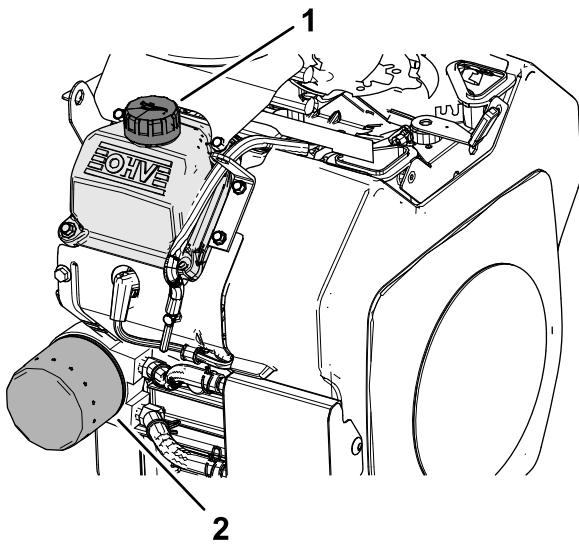

Рисунок 33
- Снимите старый фильтр и протрите поверхность прокладки переходника фильтра (Рисунок 33).
3. Нанесите тонкий слой свежего масла на резиновую прокладку нового фильтра (Рисунок 33).
5. Снимите крышку маслозаливной горловины (Рисунок 33) и долейте 2 литра масла указанного типа в двигатель; см. Характеристики моторного масла \(страница 32\) и Замена масла \(страница 33\).